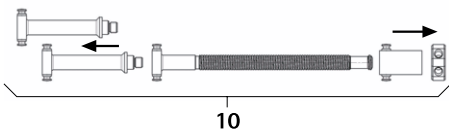

Abb. 6
- Spindeldistraktor 10 demontieren, siehe Abb. 6.